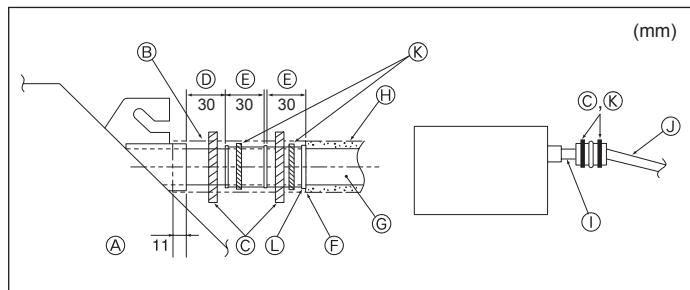

Fig. 3-5
- ⑨ Tubo PVC de 32 de diâmetro externo
- ⑩ Faça o mais largo possível
- ⑪ Unidade interior
- ⑫ Faça a dimensão da tubagem suficientemente grande para a tubagem agrupada.
- ⑬ Inclinação descendente (1/100 ou mais)
- ⑭ Tubo PVC de 38 de diâmetro externo para tubagem agrupada.
- ⑮ Até 500 mm
1. Ligue o bocal de drenagem (fornecido com a unidade) à porta de drenagem. (Fig. 3-5) (Fixe o tubo com adesivo PVC e depois ate-o com uma banda.)
- ① Unidade
- ② Material de isolamento
- ③ Banda (grande)
- ④ Porta de drenagem (transparente)
- ⑤ Margem de inserção
- ⑥ Adequação